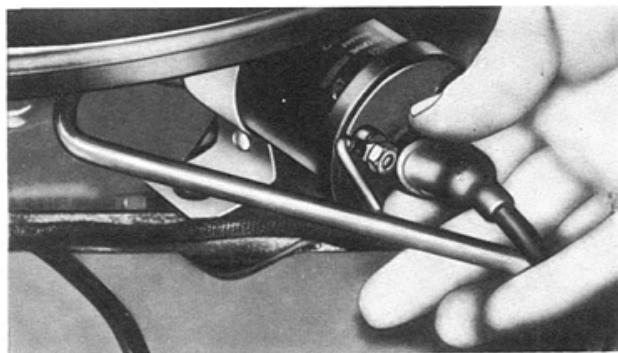

Fig. 6 Instalação do Cabo Secundário e Protetor na Bobina
- g) Com auxílio do ohmímetro conectar seus cabos nas cavidades 4 e 5 do chicote principal conforme Fig.6.
o terminal de dupla ligação do distribuidor conforme Fig.6.
(qualquer um dos dois). Fig.6.
- Usar o mesmo processo ao instalar o cabo na torre da bobina de ignição (Fig.6).